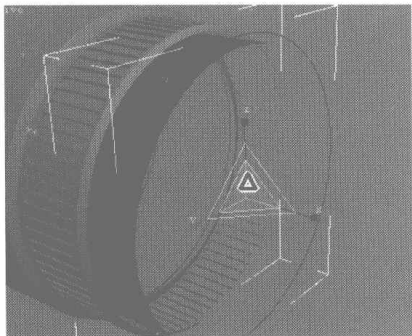
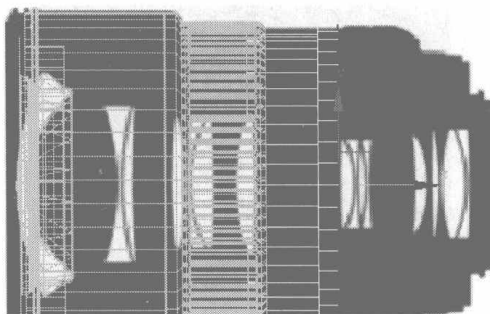

图 6.415
图 6.416
- 41** 用缩放工具将曲线放大，如图 6.415 所示，并在 Front 视图中将曲线沿 X 轴拉伸，效果如图 6.416 所示。